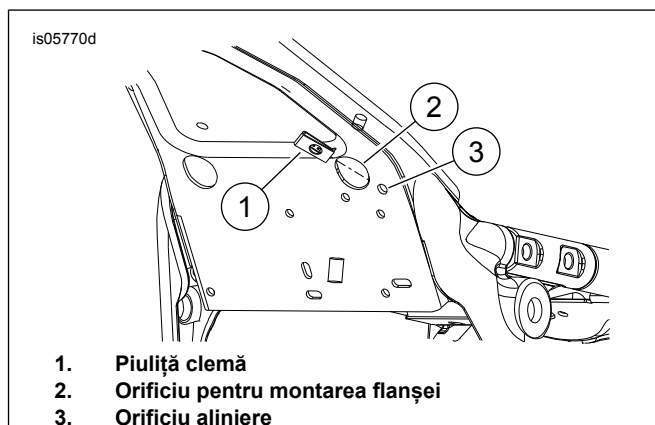

Figura 4. Instalare piuliță cu clemă
1. Consultați Figura 4 . Instalați piulița de prindere (1) în orificiul de montare (2).
2. Aliniați clema cu orificiul de aliniere (3).